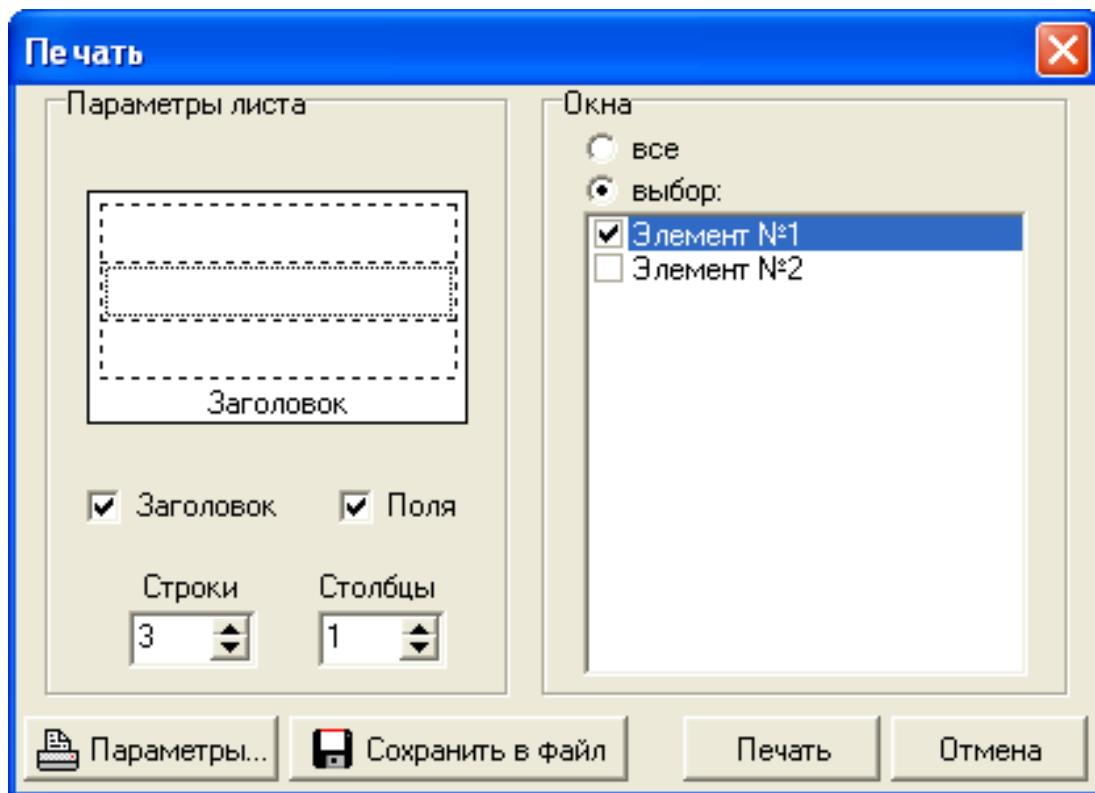

Рис. 23. Окно «Печать».
- для печати одного или нескольких элементов (см. рис. 23), необходимо выбрать пункт «**Выбор**» нажатием левой клавиши мыши, при этом активизируются пункты «**Окна**», «**Строки**» и «**Столбцы**». Оставить галочки у тех элементов, которые Вы хотите распечатать. Выбрать то количество «**Строк**» и «**Столбцов**», на сколько Вы хотите разбить лист печати. В «**Параметрах листа**», на общем виде листа, левой клавишей мыши выбрать ту область печати (она выделится), в